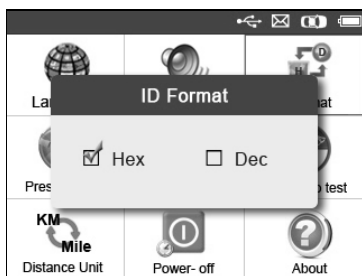

Рисунок 3.5
- 2) В окне **ID Format [Формат идентификатора]** с помощью кнопок прокрутки **влево/вправо** выберите требуемый формат идентификатора. (См. рисунок 3.5)